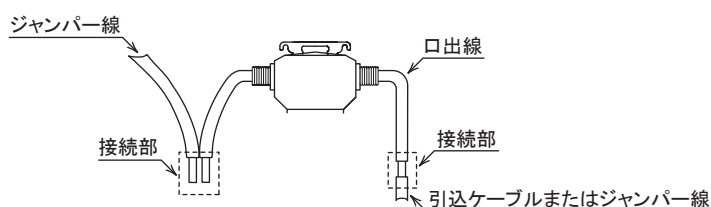

図8 高圧回路の接続例
①電源側、負荷側を逆に接続しますと、自構内の地絡事故で動作せず他需要家の地絡事故で不必要動作を起こします。
②口出線の接続は、雨水が浸透しないよう下向きに接続するか、防水圧縮スリーブ接続などの方法により接続部の絶縁および防水処理を確実に施してください。(図8)